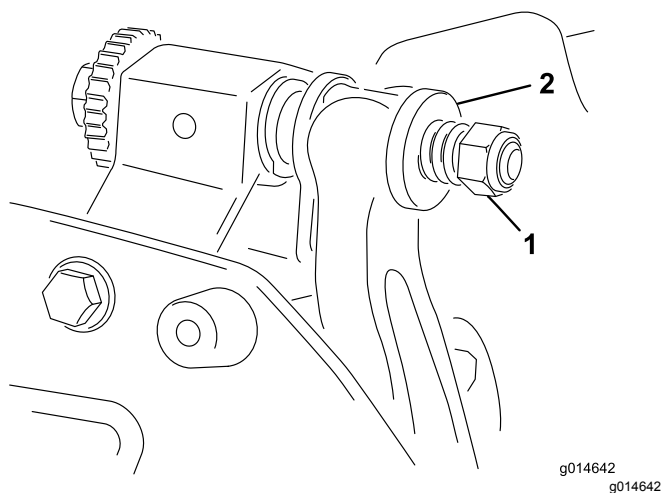

図 21
5. スプリングがつぶれるまでテンションナットを締め、そこから半回転戻す (図 21)。